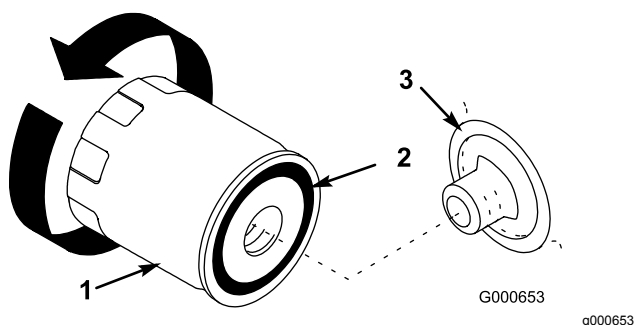

Figura 25
7. Retire el filtro usado y limpie con un paño la superficie de la junta del adaptador del filtro (Figura 25).
10. Aplique una capa fina de aceite nuevo a la junta de goma del filtro nuevo (Figura 25).
contacto con el adaptador del filtro, luego apriete el filtro media vuelta más (Figura 25).